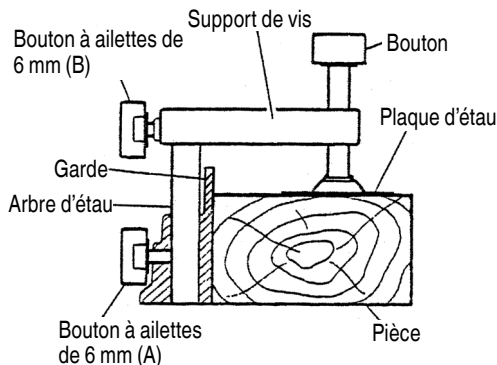

Fig. 23
- (1) L'ensemble de l'étau peut être monté sur le côté gauche du guide ou sur le côté droit du guide en desserrant le boulon à oreille 6 mm (A).
- (2) Le support de vis se relève ou s'abaisse en fonction de la hauteur de la pièce en desserrant le boulon à ailettes de 6 mm (B). Après le réglage, resserrer fermement le boulon à ailettes de 6 mm (B) et fixer le support de vis.
- (3) Tourner le bouton supérieur et fixer solidement la pièce en place (Fig. 23).